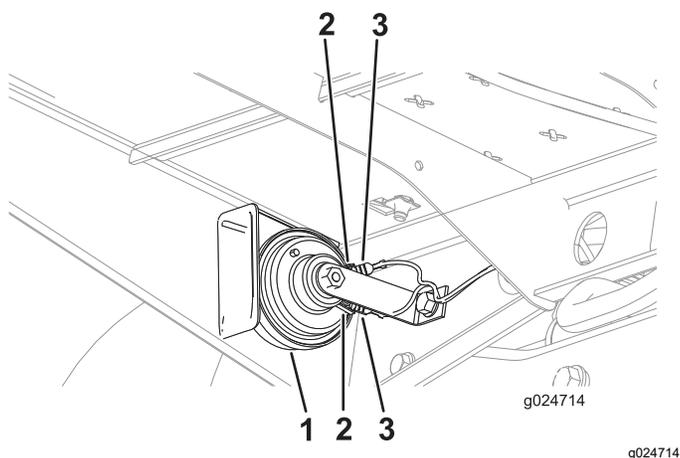

Figura 10
4. Collegare il ramo del cablaggio preassemblato con i 2 morsetti ai 2 morsetti sull'avvisatore acustico (Figura 10).